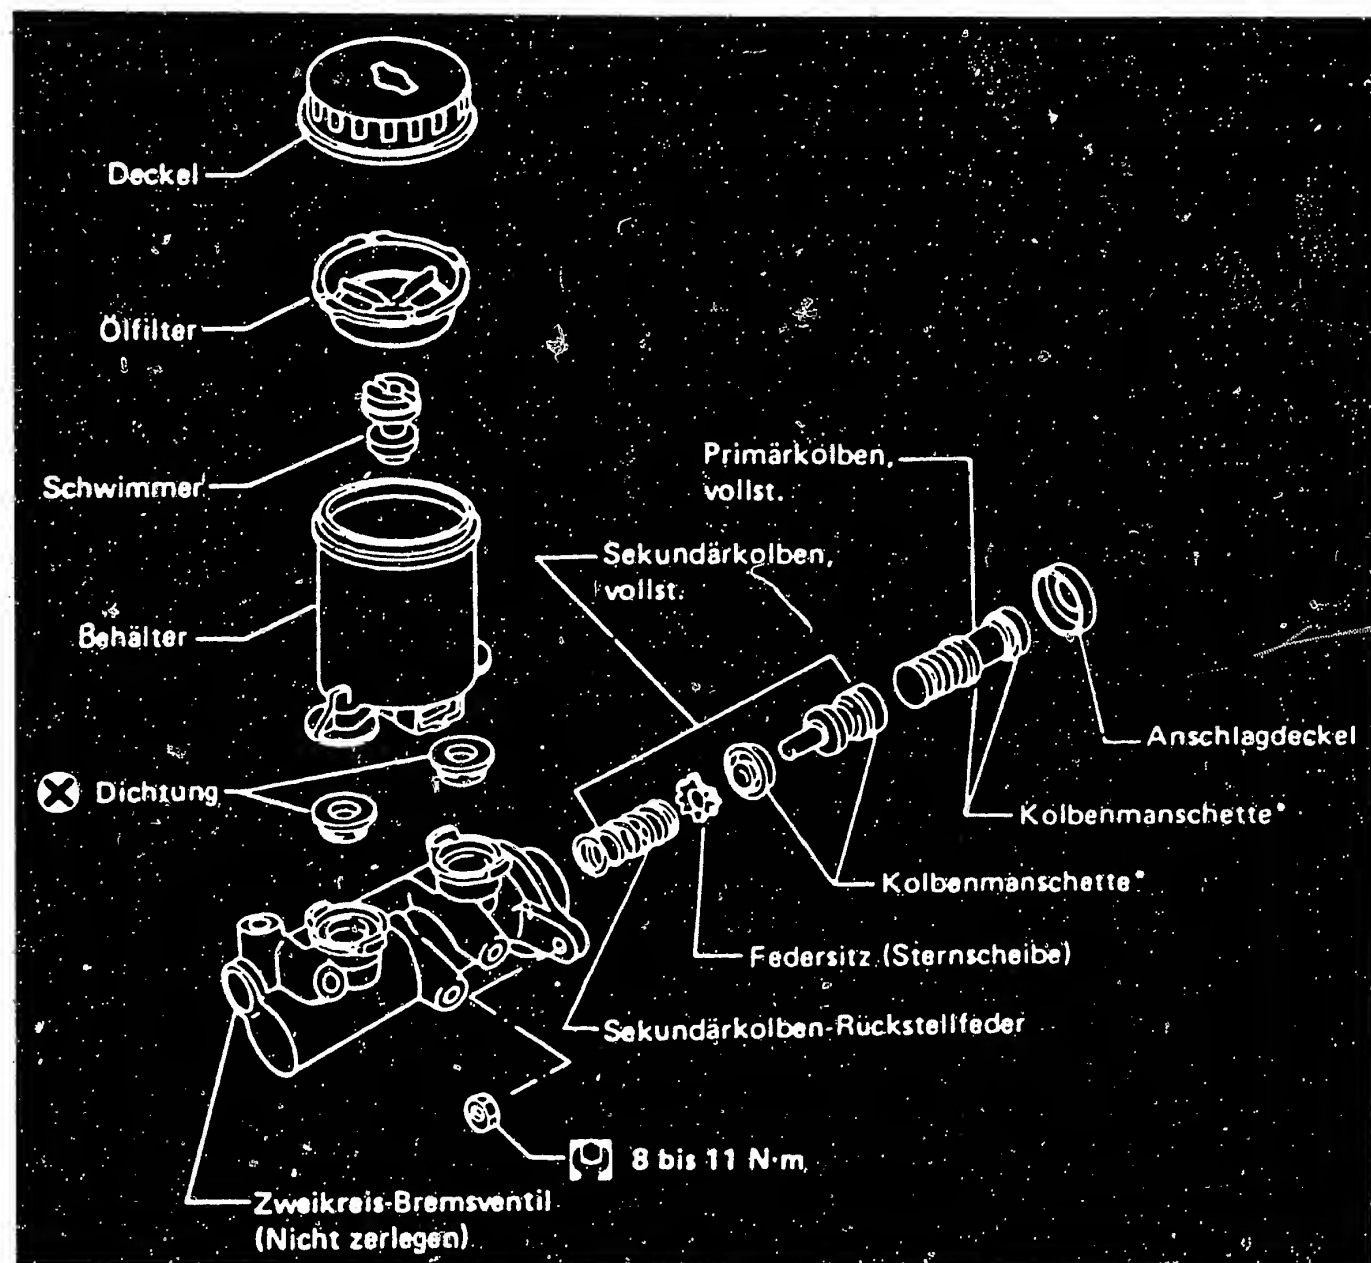

Bild 49 Einzelteile des Hauptbremszylinders. Beim Einbauen des Anschlagdeckels sind die Laschen nach innen zu biegen.
b) Der **Hauptbremszylinder** wird in herkömmlicher Weise zerlegt und bearbeitet. Primär- und Sekundärkolben bilden jeweils eine komplette Einheit, die nicht zerlegt werden sollte (Bild 49).